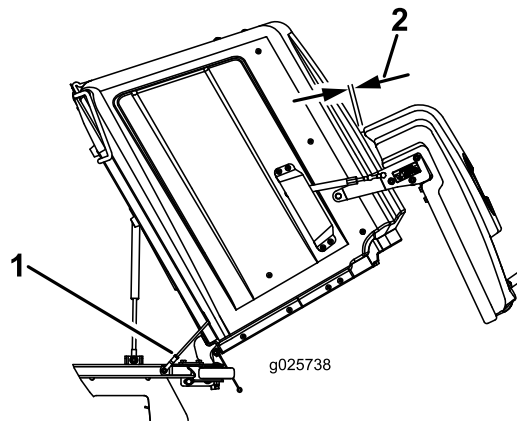

Figure 5
2. Desserrez l'écrou de blocage situé près de la chape au bout du câble/axe de volet de trémie, de chaque côté et tournez l'axe jusqu'à ce que le volet arrière présente un jeu de 3,2 à 9,5 mm (1/8 à 3/8 po), comme montré à la Figure 5.